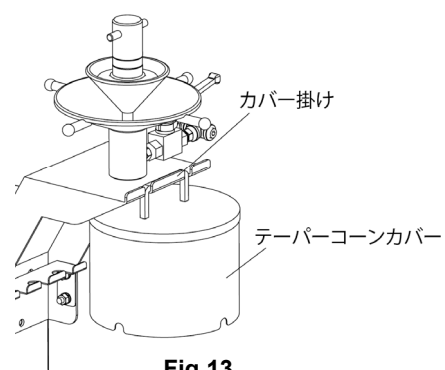

Fig.13
- テーパーコーンカバーは作業の妨げにならぬようカバー掛けを使用してください。(Fig.13)